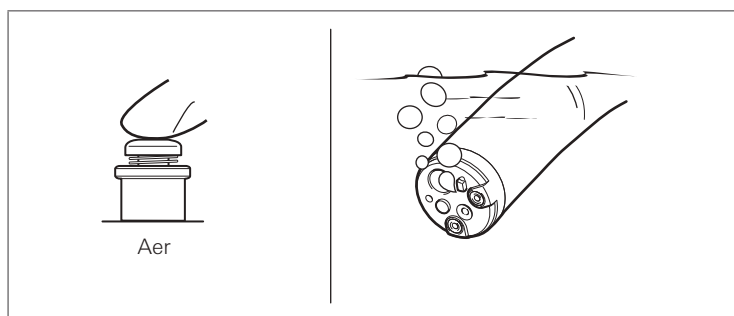

Figura 5.14
4. Introduceți capătul distal al endoscopului în apă sterilă și blocați orificiul din partea de sus a valvei de trecere a aerului/apei cu un deget. Confirmați faptul că bulele de aer ies în flux constant prin capătul distal al endoscopului (Figura 5.14).